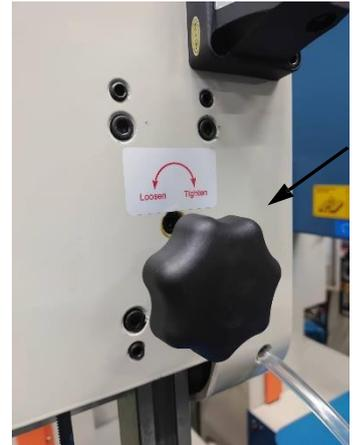

figure 25
3. Repérez le bas des guides de lame à 0,25" (6,35 mm) au-dessus de la pièce et serrez le bouton du poteau de guidage (fig. 25) pour le maintenir fermement.